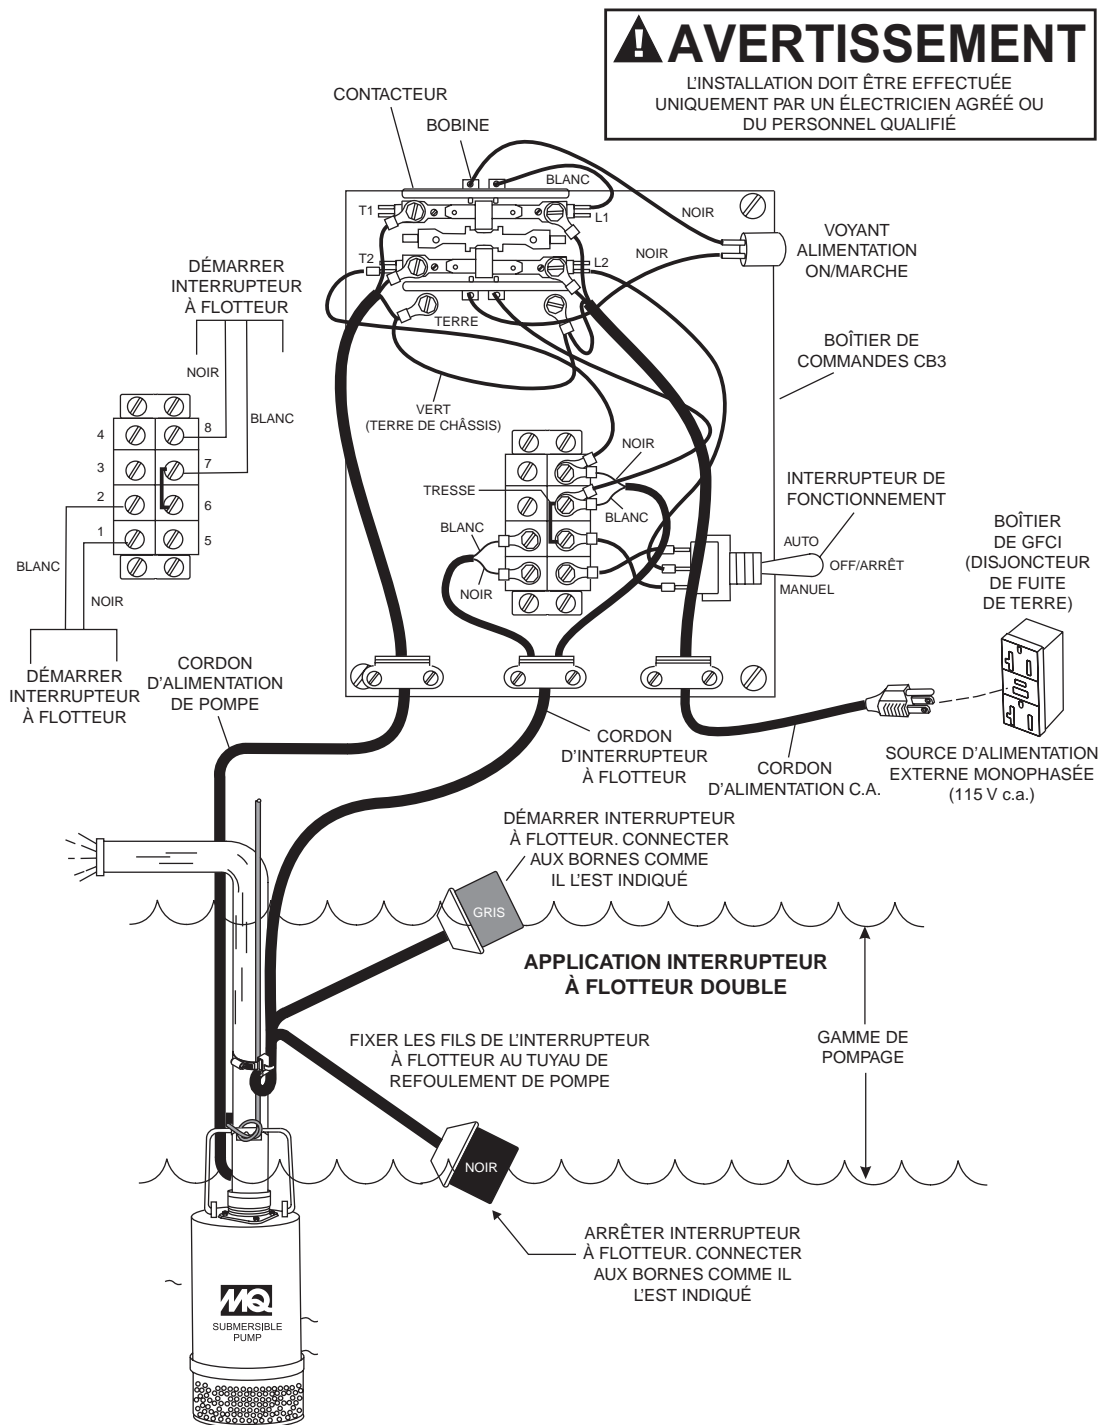

Figure 7. Boîtier de commandes CB3 et contacteur à flotteur double — Schéma d'application
Pour des applications de pompage spéciales à distance de la pompe submersible, un boîtier de commandes (**Modèle CB3**) peut être requis. Ce boîtier de commandes résistant à l'eau fournit un boîtier étanche et des presse-étoupe pour empêcher l'eau de fuir dans le boîtier, ainsi qu'une interface de contacteur à flotteur. Lors de l'utilisation du boîtier de commandes CB3, seul le **contacteur à flotteur SW-1WOP (2)** peut être utilisé (sans fiche, fils nus). Illustré ci-dessous (Figure 7) se trouve un schéma de câblage du boîtier de commandes CB3. Voir un schéma de câblage du boîtier de commandes à la page 22.
3. Connecter le cordon d'alimentation c.a. au contacteur comme l'indiquent la Figure 7 et le Tableau 6.
3. Connecter le cordon d'alimentation de la pompe au contacteur comme l'indiquent la Figure 7 et le Tableau 7.